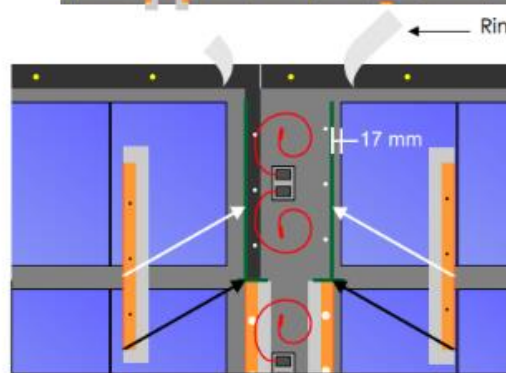

Fig.41
- Rimuovere parzialmente il film trasparente di Tegolosolar in corrispondenza della giunzione (fig. 41)